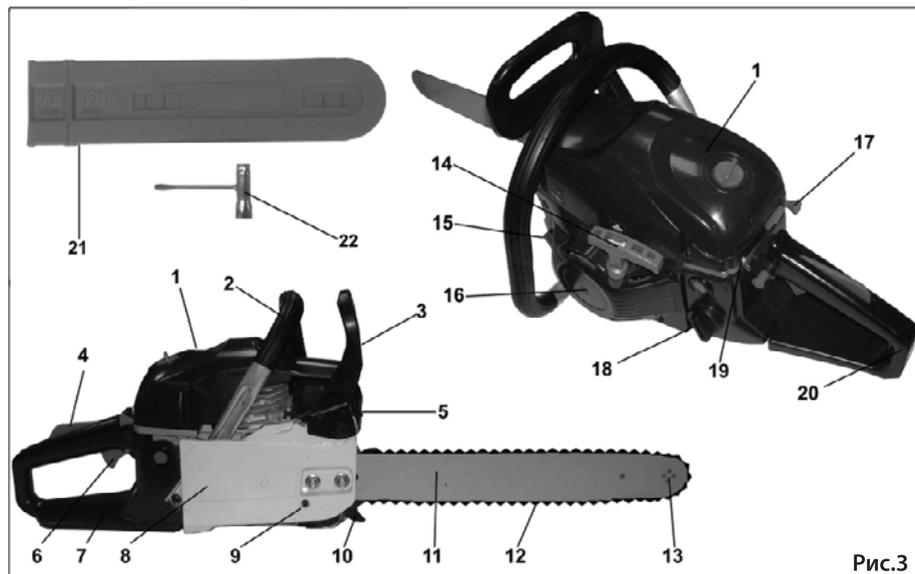

Рис.3
8.2. Порядок запуска /остановки двигателя (Рис.3)
- Установите рычаг управления воздушной заслонкой (17) в положение «».
- Переведите выключатель зажигания (19) в положение «I».